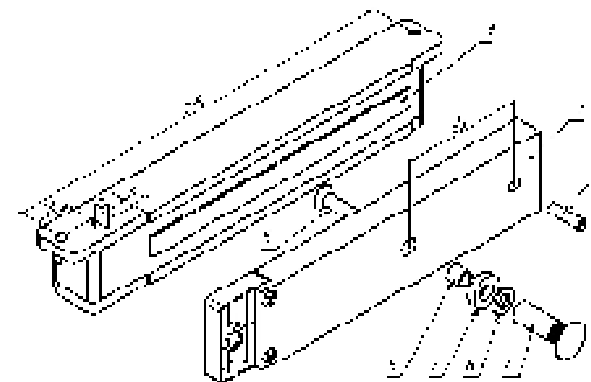

Рисунок 1
3.1 Комплект поставки (рисунок 1):
- корпус замка (1) - 1 шт.
- якорь (2) - 1 шт.
- комплект крепления якоря: штифт (3), втулка (4), втулка проходная (5), винт М6х35 (6), кольцо уплотнительное (7), шайба (8).